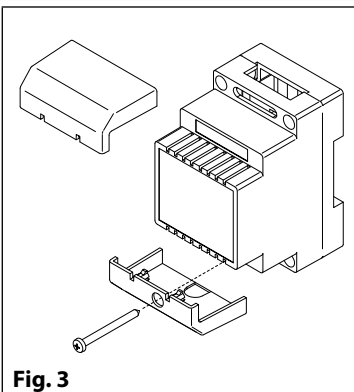
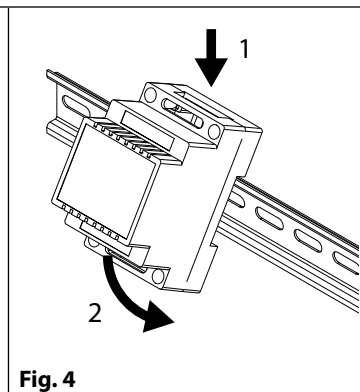
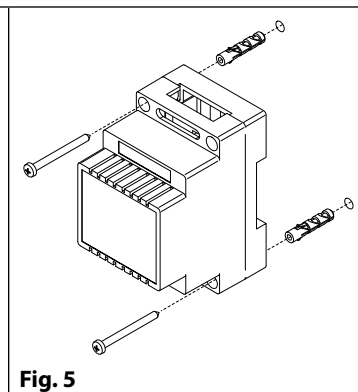

Fig. 3
Fig. 4
Fig. 5
3. Poser la base de l'interphone vidéo sur le mur à une hauteur de 135 cm environ (**Fig. 3**) du plancher fini et prendre les références pour les trous de fixation (B) (**Fig. 4**), en considérant que les conducteurs (E) (**Fig. 4**) doivent passer à travers l'ouverture (F) (**Fig. 4**). Si le boîtier encastrable 503 est utilisé pour la sortie murale des conducteurs, le murer en position verticale en laissant environ 140 cm entre la base et le plancher fini.
4. En consultant la (**Fig. 4**), réaliser les trous (B), y insérer à l'intérieur les chevilles à expansion (C) et fixer la base de l'interphone vidéo au mur à l'aide des vis (D) en prenant soin de passer les conducteurs (E) à travers la fente (F). Si le boîtier encastrable 503 a été utilisé, fixer la base sur le mur par les trous (G) (lentement avec les languettes de fixation du 503) en utilisant les vis (D).
1. Enlever les couvercles de couverture des bornes en desserrant les vis correspondantes et en les tirant vers le haut (Fig. 3) ;
2. Fixer sur le rail DIN (Fig. 4) ou directement au mur à l'aide des vis et des chevilles à expansion correspondantes (Fig. 5) ;
Pour alimenter le module, connecter l'un des connecteurs mâles IDC ① au connecteur mâle IDC du module portier électrique à l'aide du câble plat fourni. Des modules d'extension supplémentaires peuvent être connectés via le connecteur IDC mâle gratuit du module d'extension précédent (**Fig. 3**).